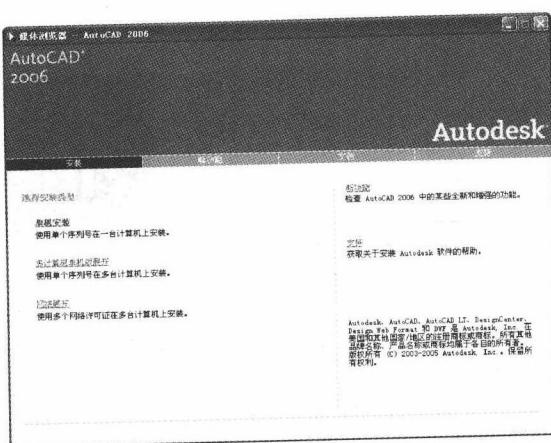

图 1-1 安装界面
1) 将 AutoCAD 2006 安装盘放入 CD-ROM 驱动器，计算机读盘后会出现 AutoCAD 2006 的安装界面，如图 1-1 所示。